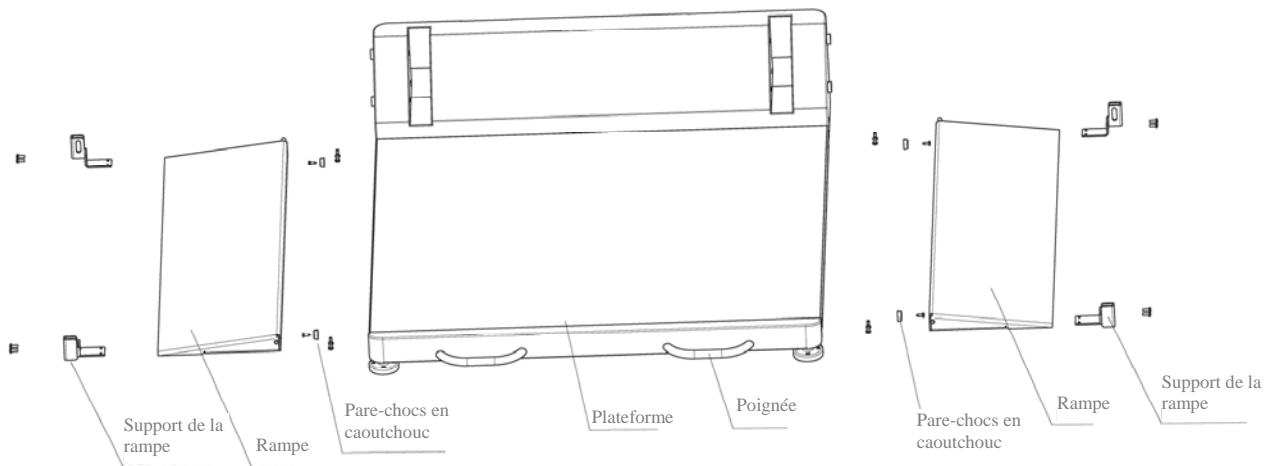

Figure 2
4. Enlevez les vis attachant les 2 butoirs en caoutchouc, situés sur le côté de la plateforme (voir Figure 2).
5. Enlevez les butoirs, et ré-installez les sur les côtés opposés de la plateforme. Utilisez les trous de montage appropriés (voir Figure 2).